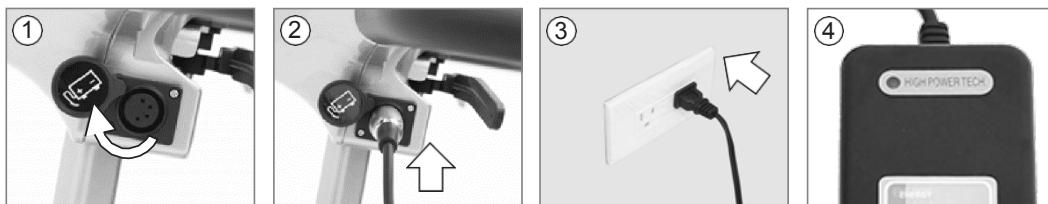

Abbildung 25
**Oberer Ladeanschluss (Abbildung 25)**